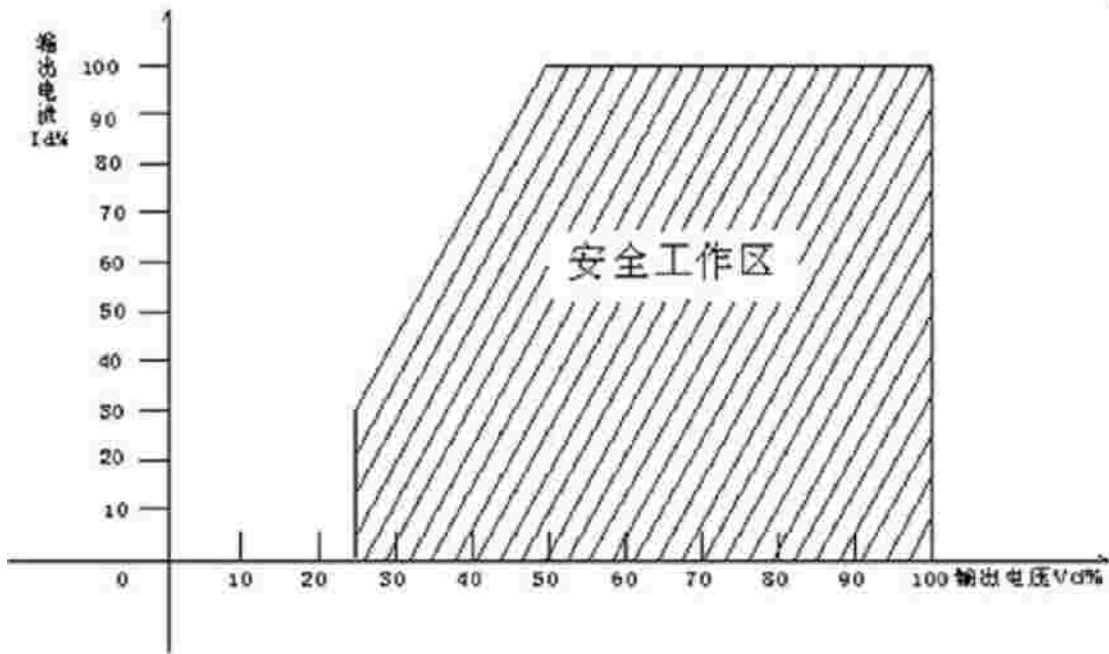

图1：安全工作区示意图
2. 直流输出电压在图 1 阴影范围内时，才允许输出额定电流，否则直流输出电流必须降额使用。